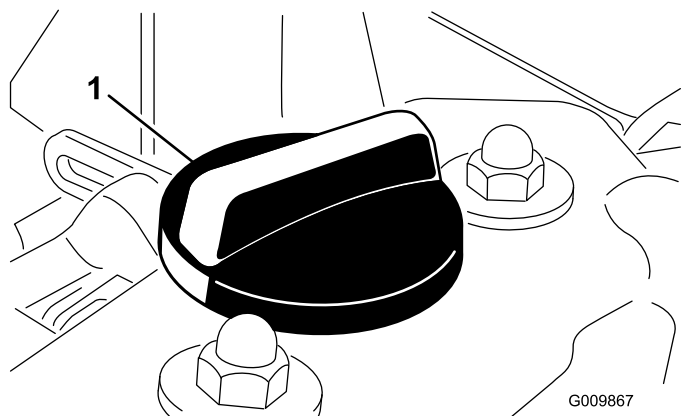

Figura 24
4. Se il livello dell'olio non raggiunge il segno di pieno, togliete il tappo di riempimento (Figura 24) e rabboccate con olio fino a portarlo al segno Full sull'asta di livello. **Non riempite troppo.**